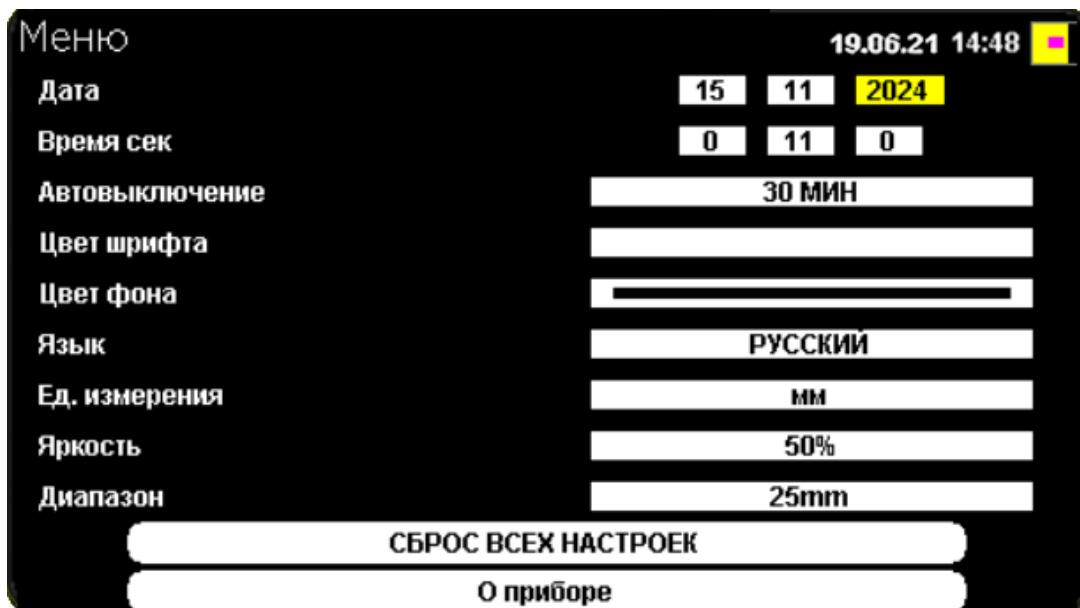

Рисунок 2.6 – Внешний вид меню пользователя
2.6.1 Для входа в меню пользователя (Рисунок 2.6) нажать на кнопку .